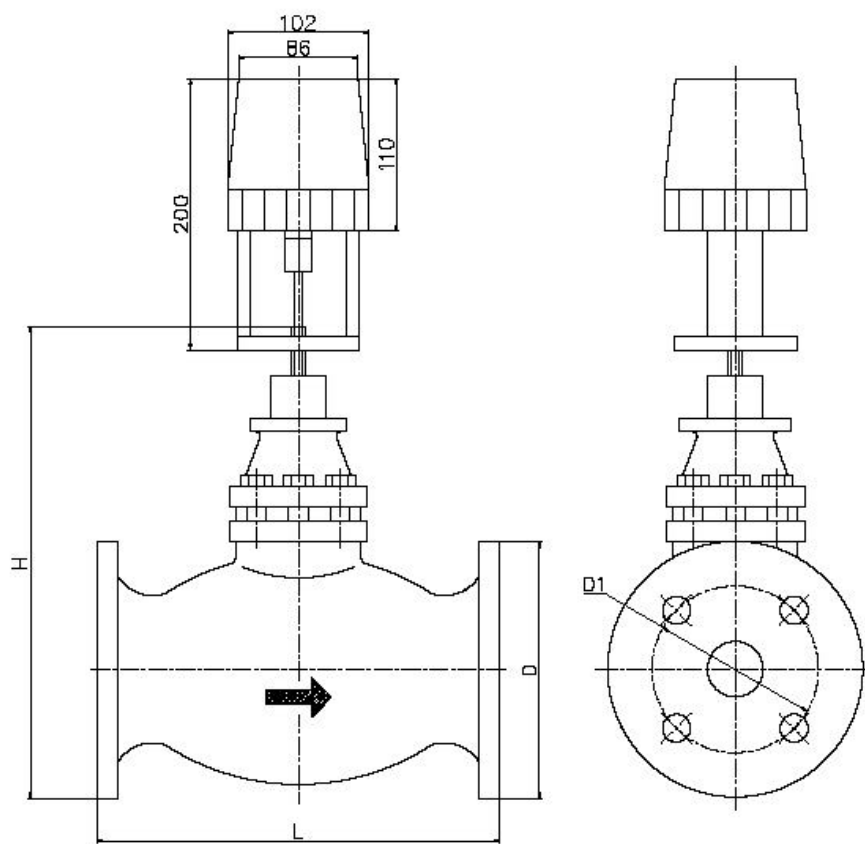
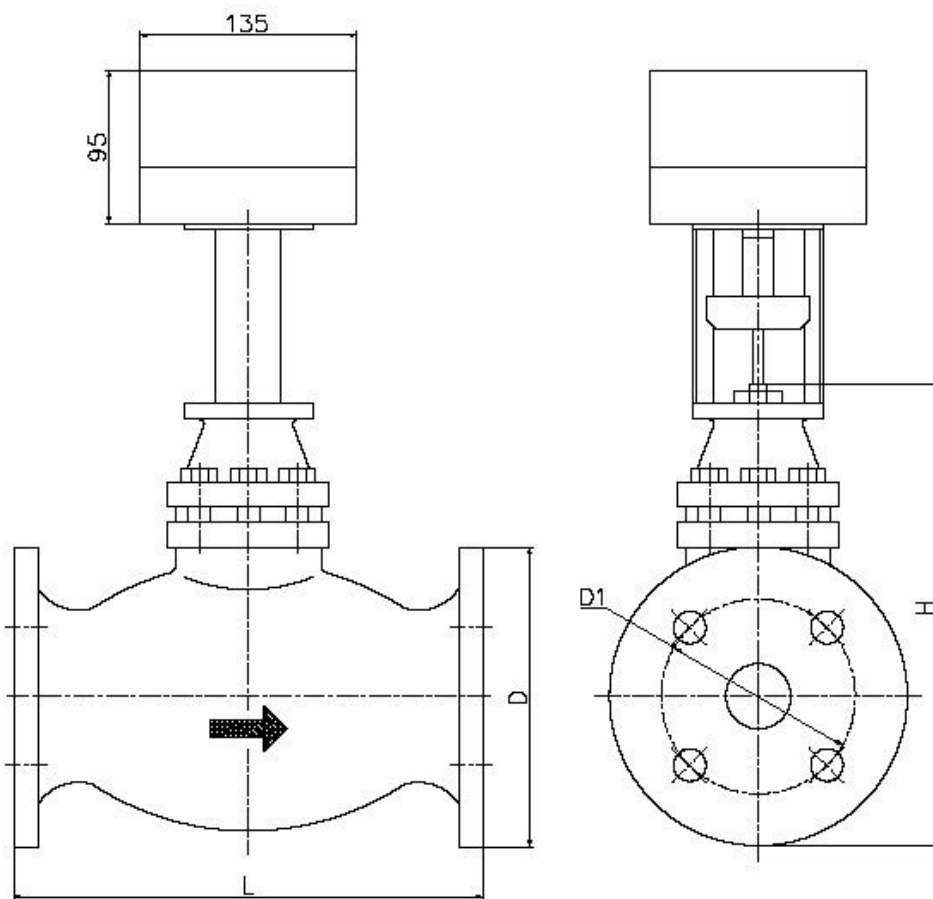

Рис. 1. Габаритные размеры клапана КРД с приводом QD-3100K.
Рис. 2. Габаритные размеры клапана КРД с приводом DF/Q-JFK.
5.1. Общий вид клапана с электроприводом QD-3100K представлен на рис. 1., с электроприводом DF/Q-JFK – на рис.2.
5.1.1. Общий вид клапана с приводом DF/Q-JFK представлен на рис. 2.